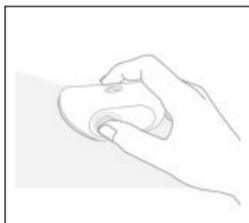

Рисунок 11.
- Міцно притисніть датчик до очищеної та висушеної ділянки шкіри. (Рисунок 11)